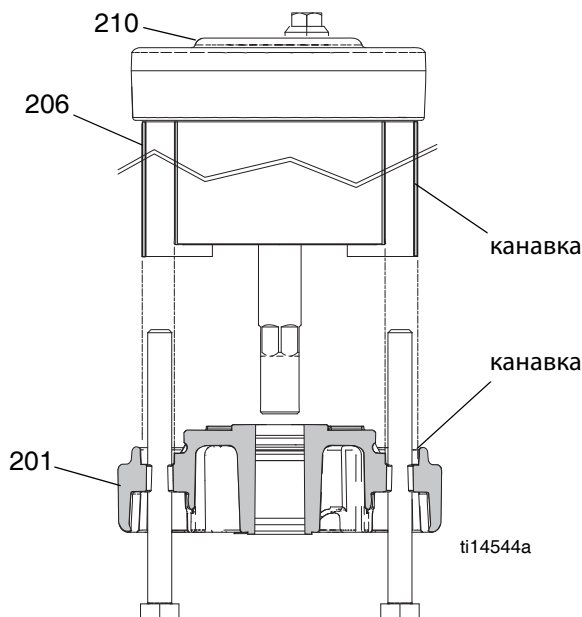

Рис. 9: Совмещение защитного экрана в канавках на крышках
7. Нанесите смазку на уплотнительное кольцо (202) и установите его на нижнюю крышку (201).
8. См. раздел Рис. 9. Осторожно уложите нижнюю крышку (201) на цилиндр (205). Продвиньте шток через опору. Поверхности коллектора на верхней и нижней крышках должны располагаться на одной линии. Убедитесь, что экран (206) находится в канавке как на верхней, так и на нижней крышках.